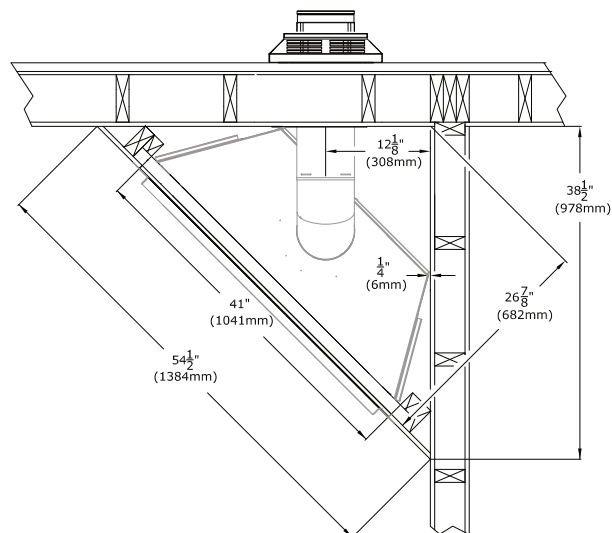

Figure 3.3 - Installations typiques de l'appareil
- Voir la Figure 3.3 aux pages suivantes pour les options d'installation standard typiques.